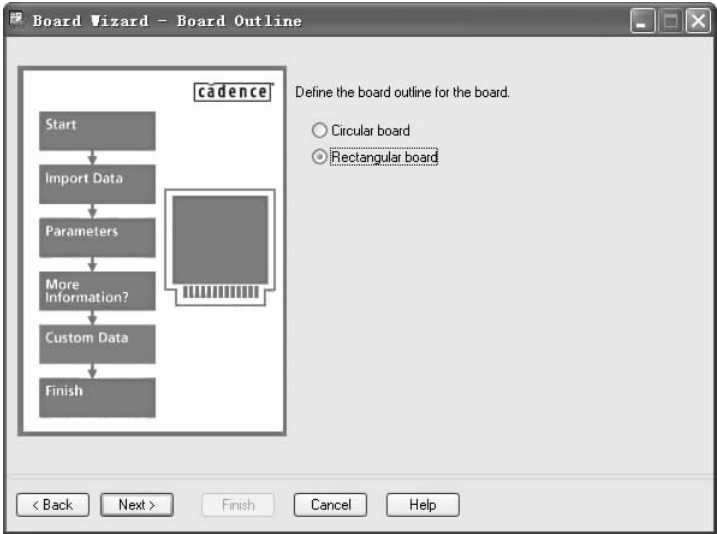

图 12-83 “Board Wizard – Board Outline（板向导模板）”对话框
12) 单击 **Next >** 按钮，进入图 12-83 所示的对话框。在该对话框中定义板框的外形为“Rectangular board（方形板框）”。